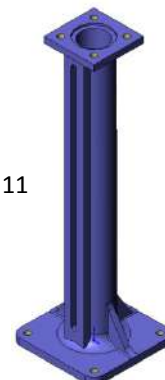

fig. 11
- Colonne de manœuvre droite (fig. 11)